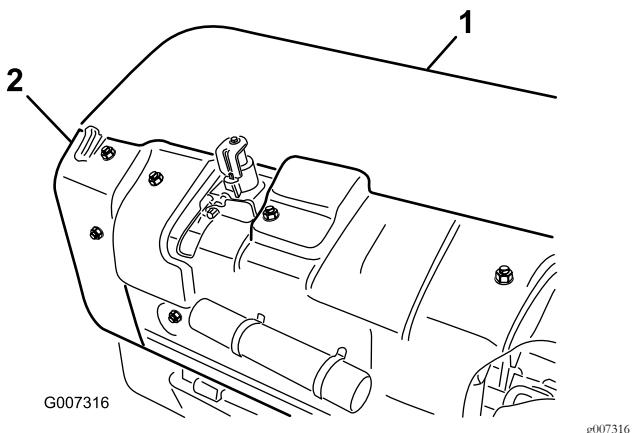

Figura 34
- Retire la tapa del cabezal de perforación trasero (Figura 34).
- B. Retire las tuercas de montaje del protector de la polea, y retire el protector (Figura 34).